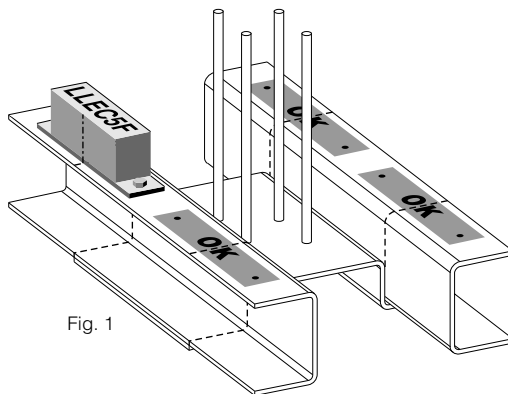
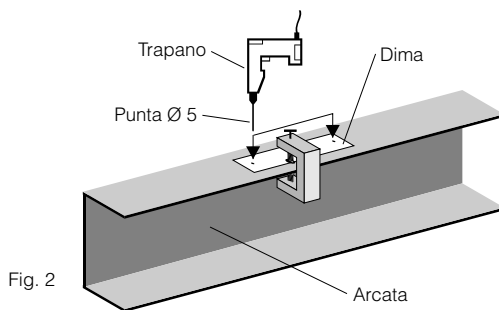

Fig. 1
Fig. 2
Il LLEC5F deve essere montato sulla parte superiore dell'arcata, in corrispondenza della linea (in Fig.1 è la linea tratteggiata) che separa la zona di contatto della piastra funi dal resto dell'arcata (Fig.1).
1. Con un morsetto, fissare la dima di foratura fornita (Fig.2) nella posizione indicata in Fig.1.
2. In corrispondenza dei fori della dima forare con un trapano dotato di punta di diametro 5 mm (Fig.2).